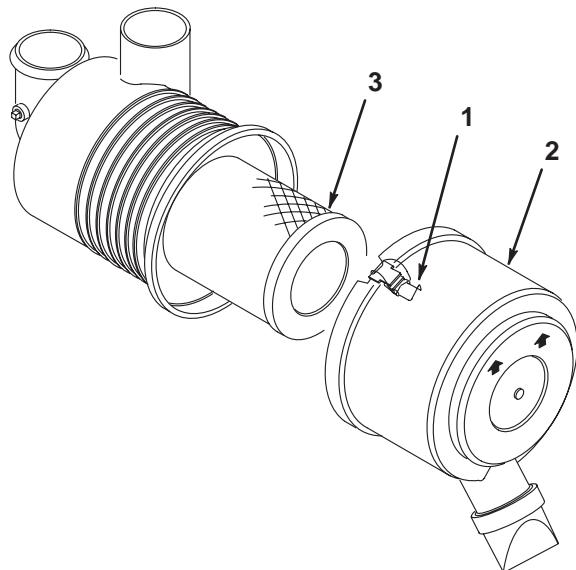

図 46
1. ラッチを外し、カバーとボディーを分離し（図46）
2. フィルタを静かに引き出す。フィルタをボディーに打ちつけるとごみが落ちるのでぶつけないように注意する（図46）。